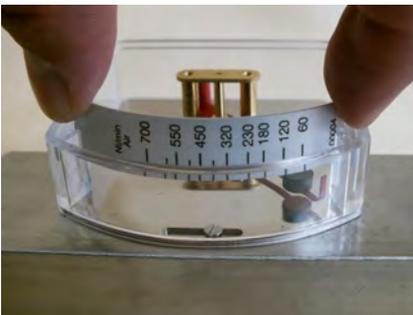

Abb. 61
- 14.** ▶ Skalenträger (mit aufgeklebter Skala) in die Führung des Kunststoffgehäuses schieben (Abb. 61). Dabei Durchflussrichtung beachten (niedrigster Skalenwert zeigt zur Eingangsseite des Gerätes)